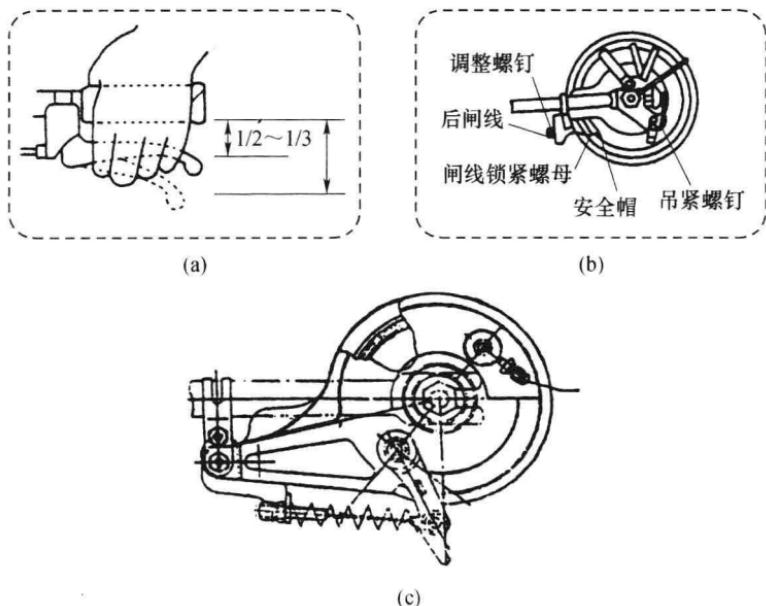

图 1-3 抱闸(涨闸)的调整
(2) 涨闸的调整: 车轮偏紧时, 可拧紧调节螺钉①, 以达到最佳状态(见图 1-3)。